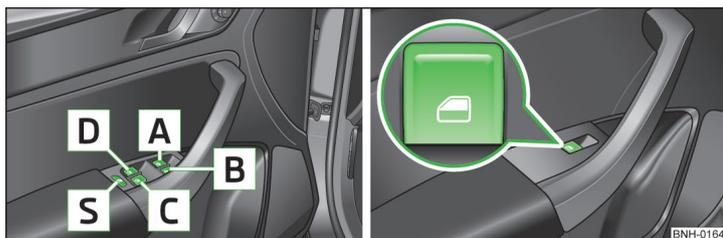

Fig. 35 Tasti nella porta lato conducente / tasti nelle porte posteriori
- Se si trasportano persone non completamente autonome nei sedili posteriori, ad es. bambini, si raccomanda di mettere fuori servizio gli alzacristalli elettrici delle porte posteriori (interruttore di sicurezza) **S** » fig. 35 a pagina 55.
Tasti degli alzacristalli » fig. 35
Premendo l'interruttore di sicurezza **S** è possibile disattivare i tasti degli alzacristalli delle porte posteriori. » fig. 35 Premendo nuovamente l'interruttore di sicurezza **S** è possibile riattivare i tasti degli alzacristalli delle porte posteriori.